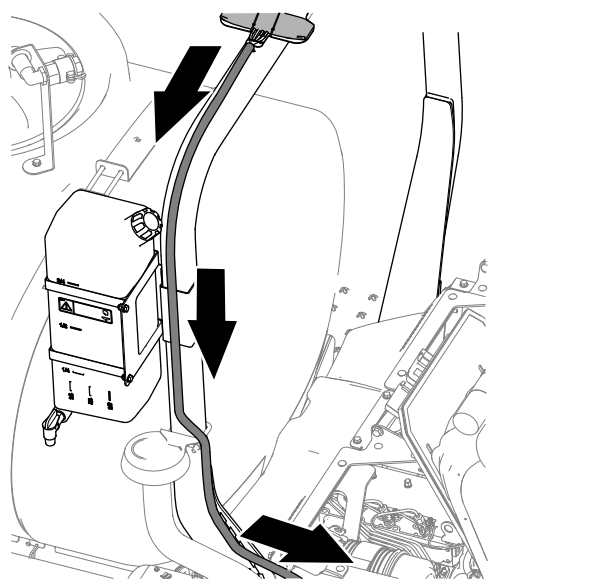

Figura 128
1. Enrute el arnés de la antena del módem hacia la derecha por la barra antivuelco (Figura 128).
2. Enrute el arnés hacia abajo y hacia adelante, como se muestra en la Figura 128.